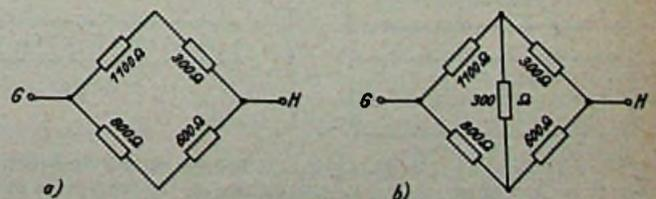

Bild 4. Brückenschaltung; a = ohne Galvanometer im Brückenweig, b = mit Belastung des Brückenweiges durch ein Galvanometer
- a) für den Fall, daß im Meßzweig kein Galvanometer liegt, das heißt der Strom im Meßzweig ist gleich Null, $R_G = \infty$ (Bild 4 a).
- b) mit Galvanometer im Diagonalzweig, $R_G = 300 \Omega$ (Bild 4 b).